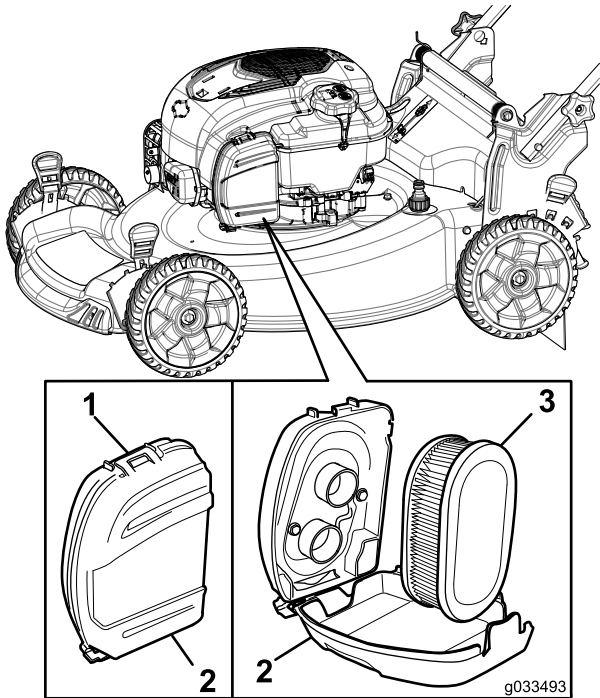

Figure 33
1. Déclipsez le couvercle du filtre à air (Figure 33).
2. Déposez le filtre à air (Figure 33).